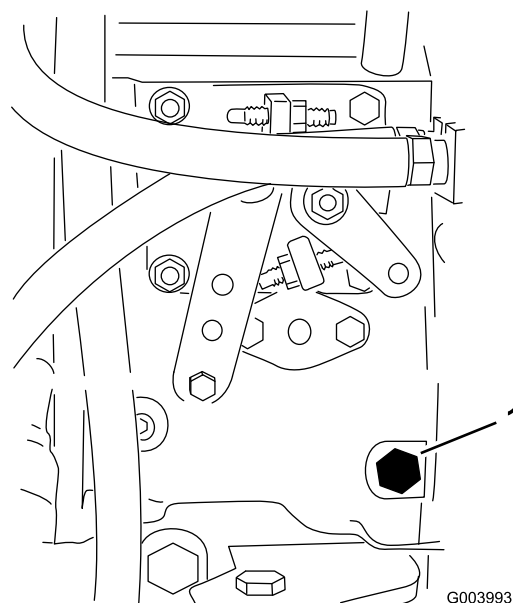

Figura 38
3. Con una chiave di 12 mm aprite la vite di spurgo dell'aria, situata sulla pompa di iniezione del carburante (Figura 38).